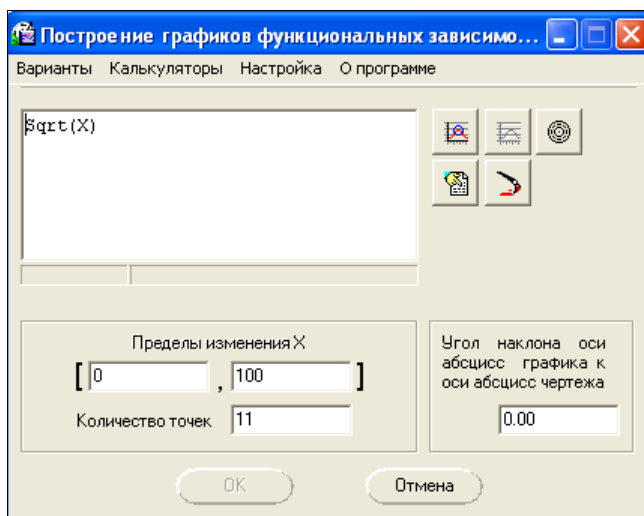

Рис. 26.56. Диалоговое окно
- ♦ в диалоговом окне **Библиотека FTDraw 1.1** ЛК мыши выберите режим **Построение графиков функциональных зависимостей по уравнению в декартовых координатах**. Система выведет на экран окно **Построение графиков функциональных зависимостей** (рис. 26.56);